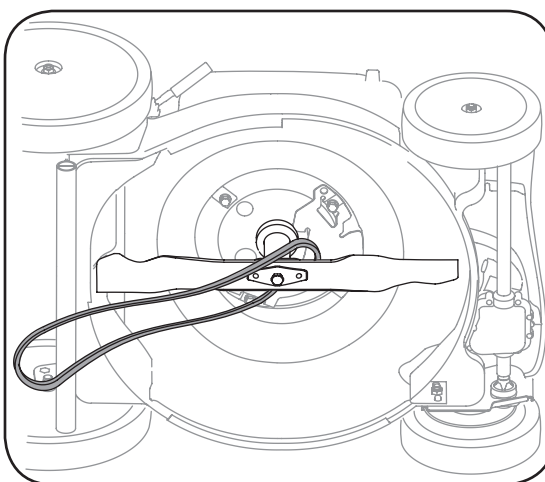

Figura 7
3. Haga rodar la correa fuera de la polea de transmisión. Inclíne la podadora sobre su lado con el filtro de aire hacia arriba para llegar a la correa desde la parte inferior de la podadora. Deslice la correa fuera de la polea del motor y enrosque a través de la abertura dentro de la ménsula de la guarda de la correa. Luego retire la correa de la cuchilla extrayendo un extremo por vez. Vea la Figura 7.